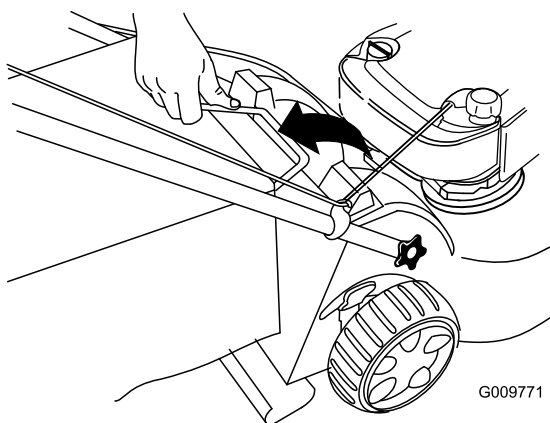

Figura 33
2. Sollevate la maniglia del cesto di raccolta estraendola dalle scanalature presenti sulla parte superiore del tosaerba e staccare il cesto dalla macchina (Figura 33).